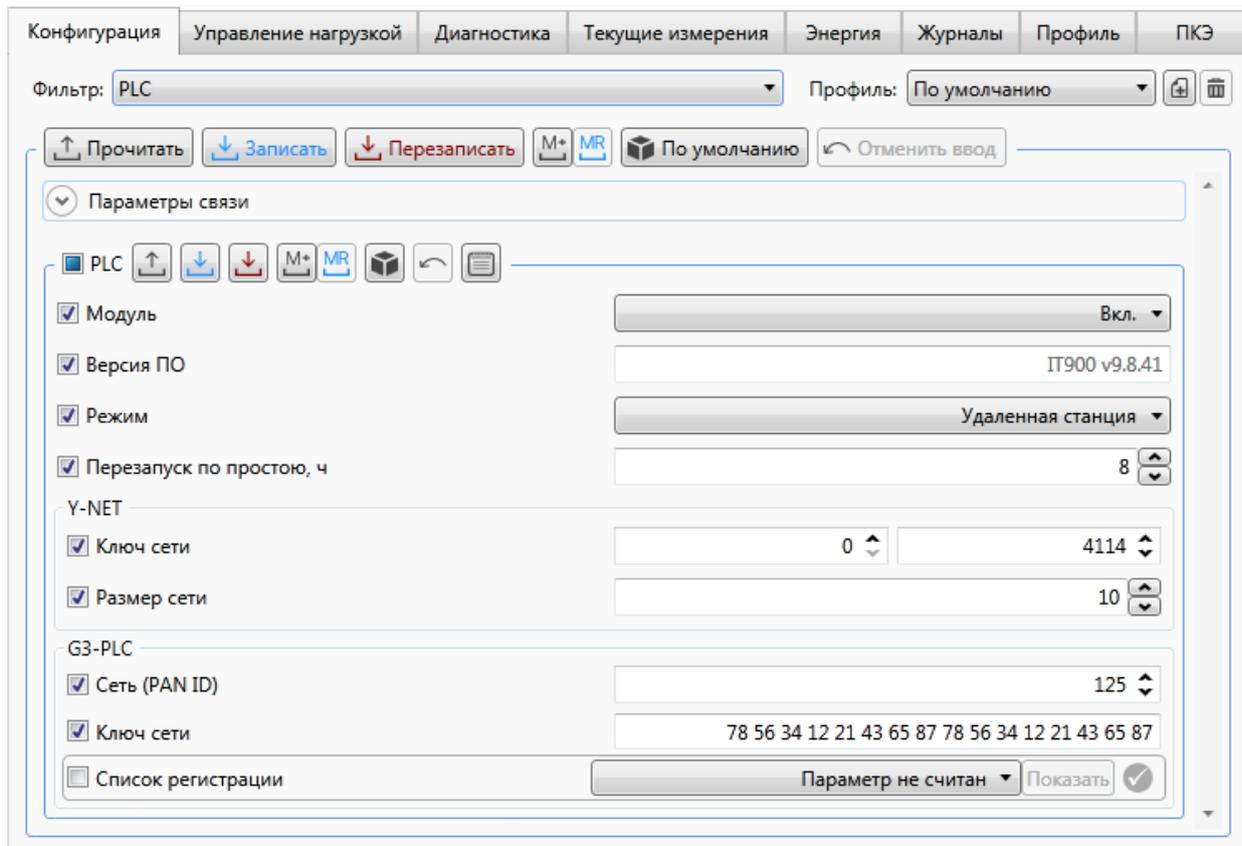

Рисунок 9.20 – Настройка параметров интерфейса PLC счетчика
Для настройки интерфейса PLC счетчика необходимо на вкладке *Конфигурация* в выпадающем списке *Фильтр* выбрать пункт *PLC* (рисунок 9.20).
- выбрать в дереве объектов программы КОНФИГУРАТОР счетчик-шлюз и далее на вкладке *Конфигурация* в выпадающем списке *Фильтр* выбрать пункт *PLC* и нажать кнопку  (рисунок 9.20);